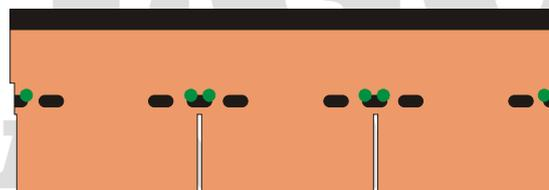

Abb. 9
**Achtung: bei Dachneigungen über 160% (60 Grad) müssen 6 Nägel angebracht werden (Abb.9).**